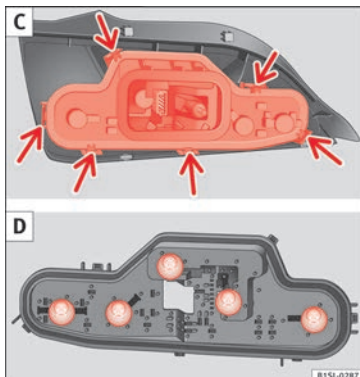

Fig. 150 Grupo óptico trasero: C: desmontar el portalámparas, D: desmontar las lámparas.
8. Desbloquee el portalámparas en las bridas de bloqueo (flecha) » fig. 150 C y extraiga el portalámparas de la luz trasera.
9. Sustituya la lámpara averiada por una lámpara nueva idéntica » fig. 150 D.
10. Coloque el portalámparas en el grupo óptico trasero. Las lengüetas de bloqueo (flecha) deben encastrar de forma audible » fig. 150 C.